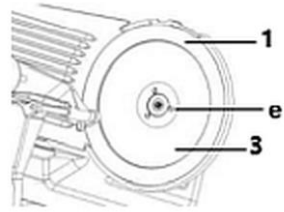

Fig. 13
4. Para extraer la hoja de corte (1), desenrosque los 3 tornillos de bloqueo (e) con un destornillador adecuado (fig. 13).
5. Extraiga de la hoja de corte (1) con cuidado.
6. La protección de la hoja (3) y la hoja (1) se deben limpiar con agua tibia y un detergente neutro. Utilice una esponja, un cepillo de limpieza adecuado o un paño suave. Enjuague con agua limpia.